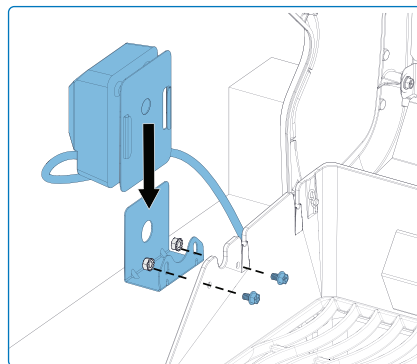

Рис. 3
1. Установите мотор вертела сбоку гриля с помощью монтажного кронштейна(ов). В некоторых моделях кронштейн уже может быть предварительно установлен **(Рис. 3)**.
2. После того как кронштейн закреплен на гриле, наденьте мотор вертела на кронштейн **(Рис. 3)**.